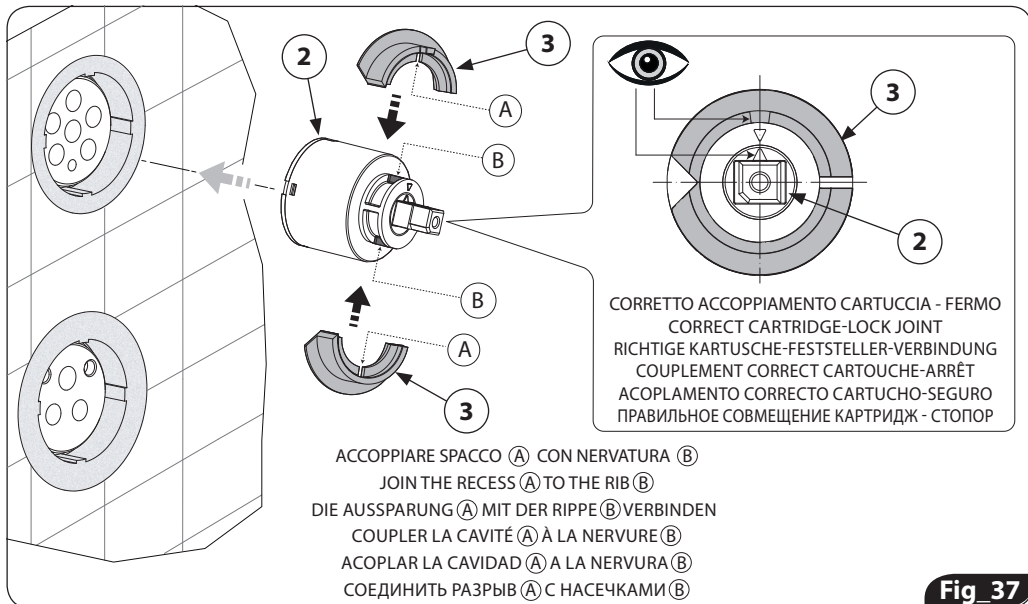

Fig 37
- **nel caso di sola manutenzione** sfilare il gruppo cartuccia deviatore (2), fermo di rotazione (3), e piastrina di regolazione vie (8); per favorire il successivo inserimento consigliamo di sfilare mantenendo tutto il gruppo assemblato. Togliere eventuali residui o incrostazioni formati nell'alloggiamento della cartuccia. Immergere le cartucce in acqua e aceto (50% + 50%) per 12 ore circa, favorendo in questo modo l'eliminazione di calcare ed eventuali impurità, poi procedere dal punto n°6;
- **nel caso si voglia sostituire la cartuccia** con una nuova, verificare il corretto montaggio del fermo di rotazione (3), esso deve essere assemblato e orientato sulla nuova cartuccia come mostrato in fig. 37. Procedere dal punto n°6;
- In case of sole maintenance, pull out the diverting cartridge assembly (2), the rotation locking ring (3), and the ways-regulation plate (8); in order to ease the re-insertion, it is recommended also to pull out the whole assembly without disassembling. Remove possible dirty and scale inside the seat of the cartridge. Put the cartridges in a 50%-50% water-vinegar solution for about 12 hours in order to remove every trace of limestone and impurities, then proceed starting from point no. 6.
- In case of replacement of the cartridge, verify the right assembling of the rotation locking ring (3): it must be assembled and oriented on the new cartridge according to fig. 37. Then proceed starting from point 6.